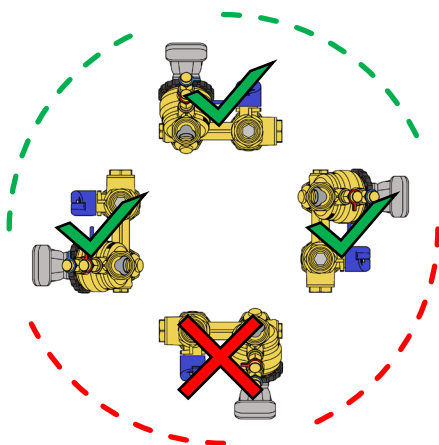

Fig.1
- ⚠ Válvula PICV Evo ~~PICV~~ 91: razones de seguridad eléctrica, si la válvula está equipada con un actuador, sólo se puede instalar en una posición entre vertical y horizontal. Se debe evitar la instalación en posición invertida (**Fig.1**);